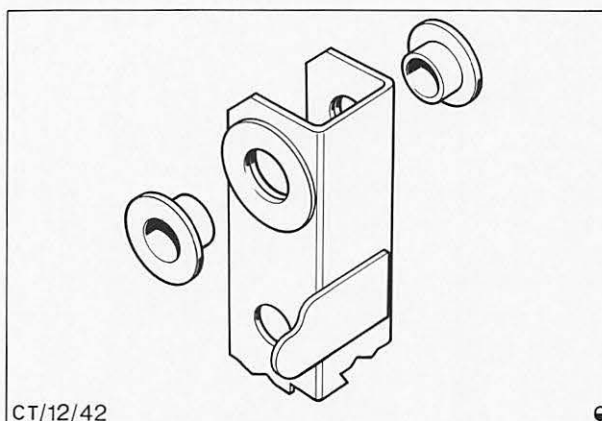

Abb. 63 Bremspedal-Lagerbüchsen (auf Pedalwelle)
8. Bohrung und Außenumfang der Pedallagerbüchsen mit Molybdändisulfid-Fett nach FORD-Spezifikation schmieren und Büchsen in die Wellenbohrungen im Pedal einsetzen, Abb. 63, dabei beachten, daß der Führungskeil jeder Büchse in die dafür vorgesehene Aussparung greift.